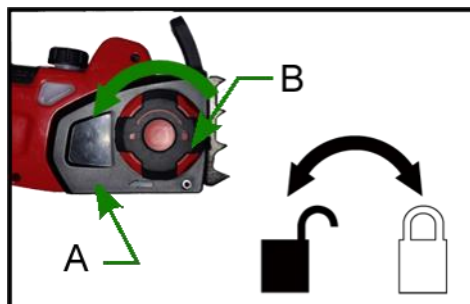

Fig. 4B
1. Desserrer le bouton du capot latéral de quelques tours (Fig. 4B).